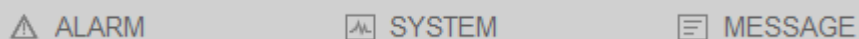

Рисунок 8 – Кнопки перехода на соответствующие окна
- MESSAGE – переход к экрану отображения сообщений оператору (Рис. 8)